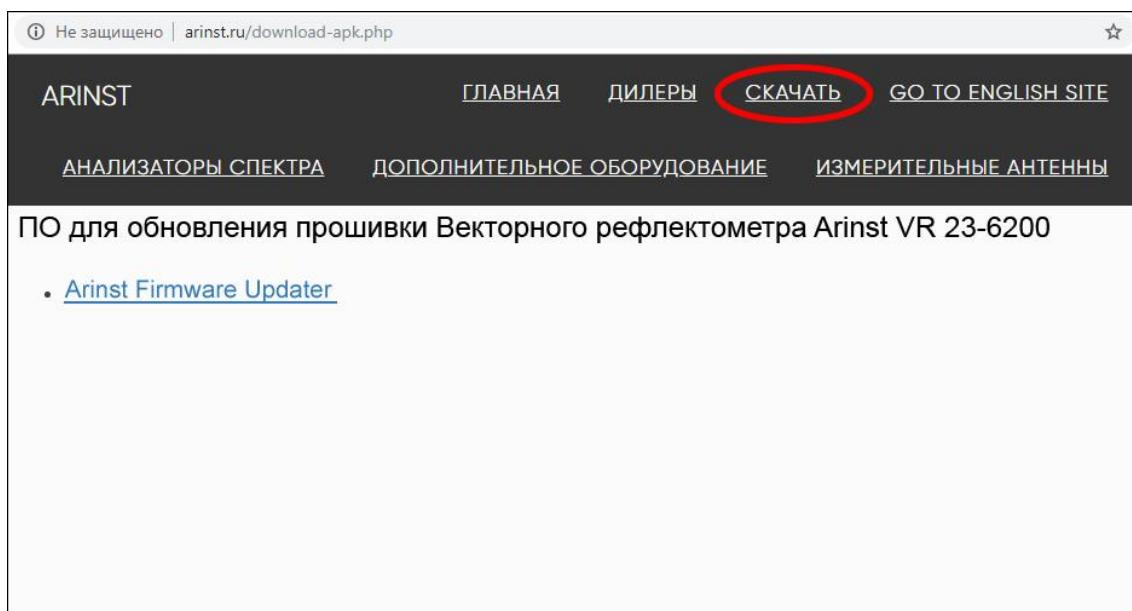

Рисунок A1.1 – Загрузка ПО для проведения обновления прибора
1.1. Зайдите на официальный сайт ARINST, введя в адресной строке вашего браузера адрес www.arinst.ru. Перейдите в раздел **СКАЧАТЬ** и кликните по файлу *Arinst Firmware Updater* для обновления прошивки Векторного рефлектометра Arinst VR 23-6200 (Рисунок A1.1).